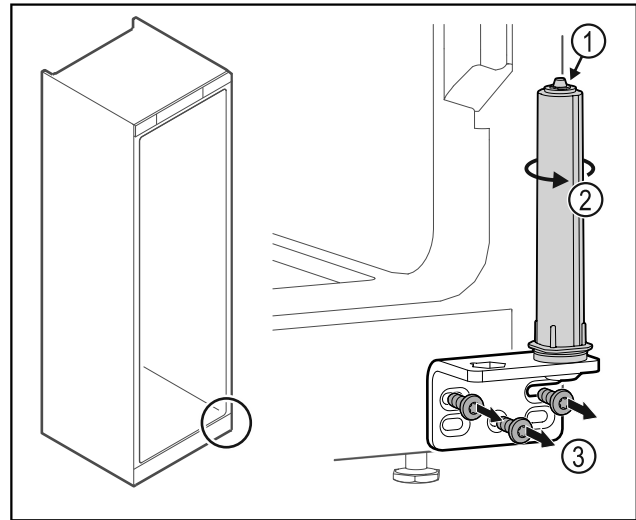

Fig. 31
▶ Не розбирати систему закриття дверей Fig. 31 (1).
- ▶ Повертати систему закриття Fig. 31 (2) до клацання.
- ▶ Відкрити шарнірний кутик Fig. 31 (3).